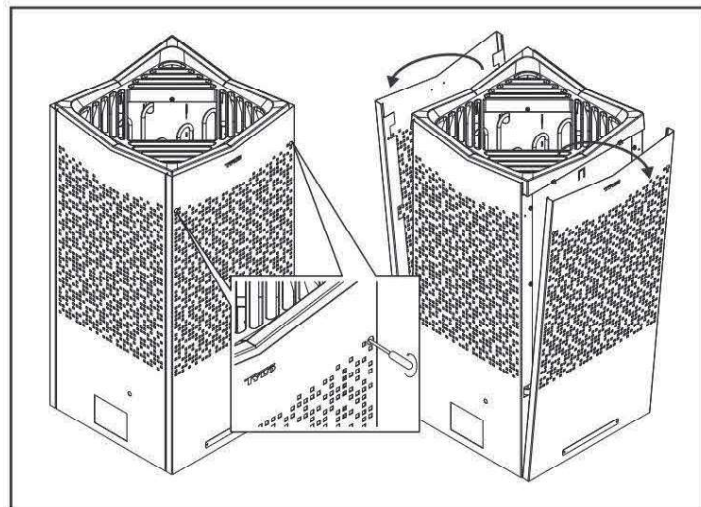

Figura 7: Svitare le viti nascoste, Torx 20, togliere i pannelli anteriore e posteriore.
1. Sollevare i pannelli anteriore e posteriore, figura 7.